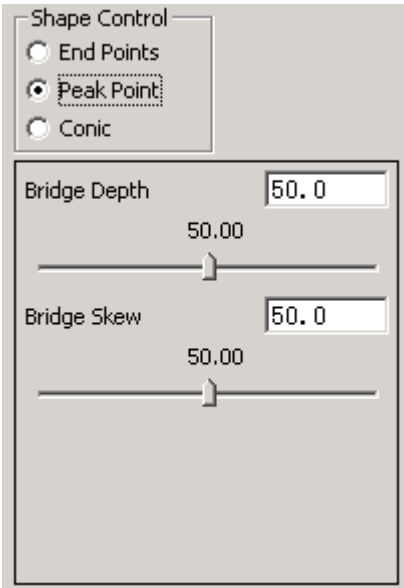

图 4.162 切线连续方式下 **Peak Point** 选项
1) 在切线连续方式下选择该形状控制方式时，桥接曲线对话框中 **Tangent Magnitude** 选项会变成如图 4.162 所示的内容（在该连续方式下，**Bridge Skew** 对桥接曲线的形状控制无效），允许通过改变桥接曲线的 **Bridge Depth** 值来控制桥接曲线的形状。